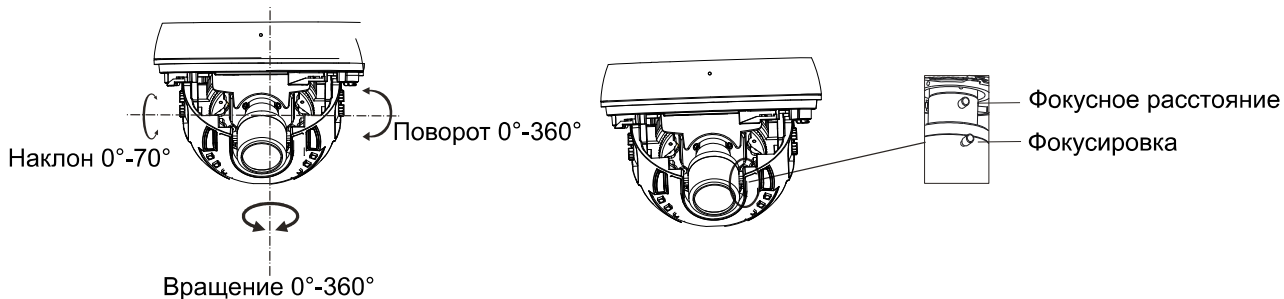

Рис. 5.4. Регулировка в 3 плоскостях (слева). Регулировка фокусного расстояния и фокусировки (справа).
- Прежде чем приступать к регулировке, выведите изображение от видеокамеры на монитор. Отрегулируйте направление обзора в 3 плоскостях, чтобы получить оптимальное изображение, как показано на Рис. 5.4.